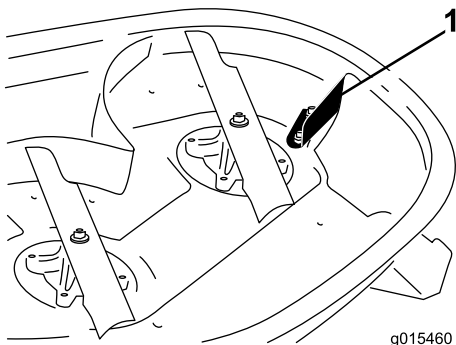

Figura 1
8. Alcuni modelli sono provvisti di deflettore di scarico vicino all'apertura di scarico (Figura 1). Rimuovete il deflettore se installato. Conservate le parti per il successivo utilizzo.